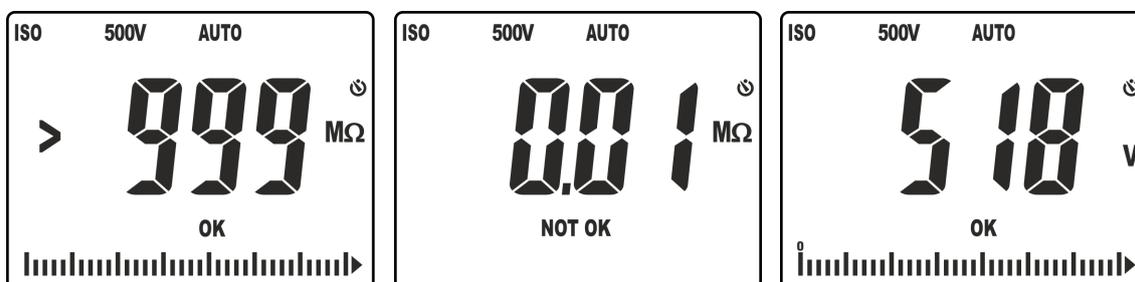

Fig. 18: Resultados da medição de isolamento no modo AUTO
10. No ecrã da Fig. 18 – parte esquerda é apresentado o valor da resistência de isolamento (o símbolo “>999” indica a condição de fora de escala) com resultado positivo “OK” (valor superior ao patamar configurado). No ecrã da Fig. 18 – parte direita é apresentado o valor da resistência de isolamento com resultado negativo “NOT OK” (valor inferior ao patamar configurado)